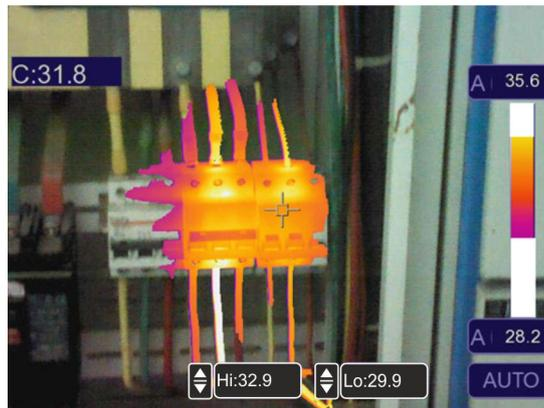

Fig. 43: Selezione Zona visibile
11. Clique nos campos "Hi" e "Lo" na parte inferior do ecrã e use as teclas ▲ ou ▼ para definir o valor máximo e mínimo do limite de temperatura. O equipamento mostra uma imagem radiométrica IR, os pontos com temperatura entre o limite "Lo" e o limite "Hi" e uma imagem visível com os pontos com temperatura fora desta faixa (ver Fig. 43)